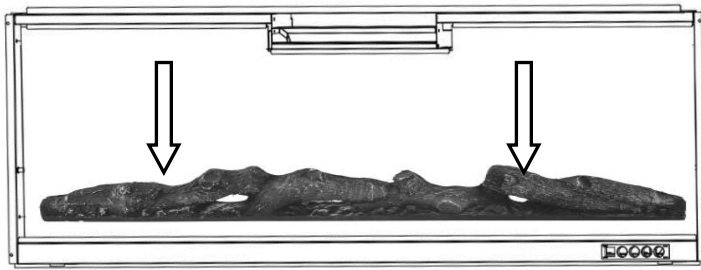

Fig. 6-1. (Conjunto de registros)
- B.** Saque el conjunto de troncos (**G**) del paquete y colóquelo en el lugar previsto para la chimenea. **Fig. 6-1.**